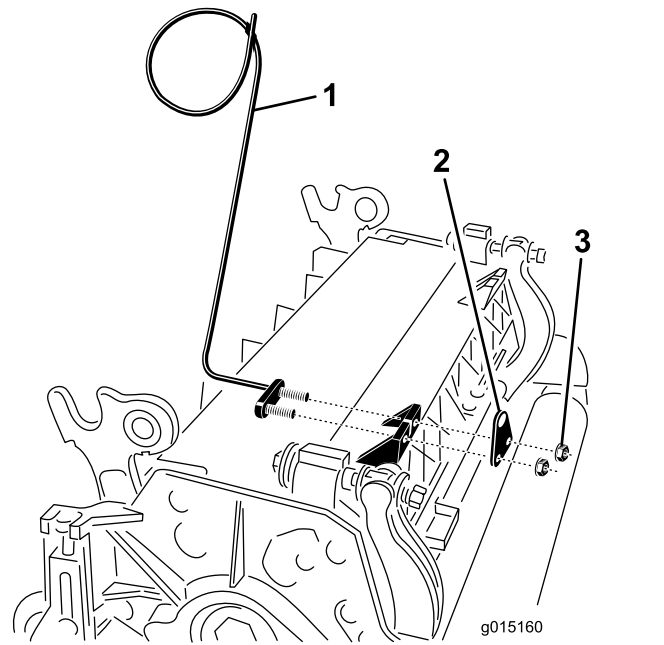

図 8
**重要** #4左前カuttingユニットと、#5右前カuttingユニットでは、ロッドブラケット取り付けナットを使って、各ユニットのタブの前にホースガイドを取り付ける図 7と図 8。ホースガイドは、中央カuttingユニットに向かって傾斜するのが正しい図 8と図 9。